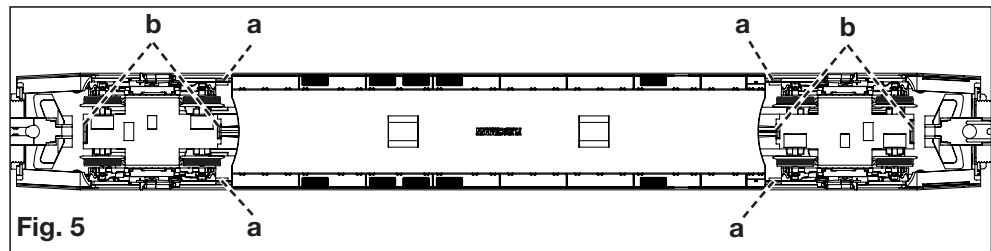
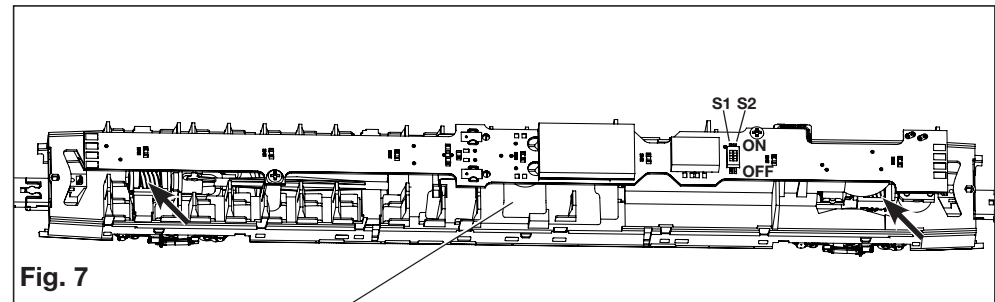
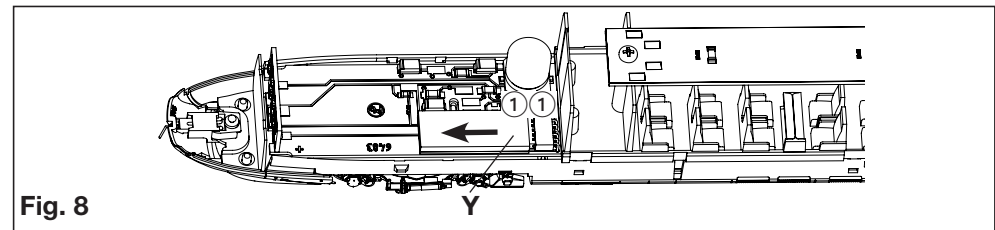

Fig. 5
Fig. 7
Fig. 8
Im Auslieferungszustand ist die **gleichzeitige Stromaufnahme von beiden Endwagen** voreingestellt. Die DIP-Schalter **S1** und **S2** im Mittelwagen mit Motor sind **beide** in Stellung **ON** (Fig. 7). Dies gewährleistet eine hohe Betriebssicherheit und außerdem fährt der Triebzug auch noch, wenn nur ein Endwagen vorhanden ist.
Zur Aktivierung dieser Funktion muss der Mittelwagen mit Motor geöffnet werden (Fig. 5) und **beide** DIP-Schalter **S1** und **S2** in Stellung **OFF** gebracht werden (Fig. 7).
D.h. jeder Endwagen ohne Motor ist allein zu programmieren. Der Decoder im Mittelwagen mit Motor benötigt zum Programmieren einen angekuppelten Endwagen für die Stromversorgung, bei dem dann allerdings zuvor der Funktionsdecoder entfernt werden muss. Zum vorübergehenden Entfernen des Funktionsdecoders das Gehäuse des Endwagens abnehmen (Fig. 5). Den Funktionsdecoder **Y** herausziehen (Fig. 8). Sounddecoder im Motorwagen auslesen oder programmieren. Den Funktionsdecoder wieder in die Schnittstelle stecken. Dabei auf gleiche Lage der Markierung „1“, bzw. des Farbpunktes achten (Fig. 8). Fahrzeug wieder schließen.